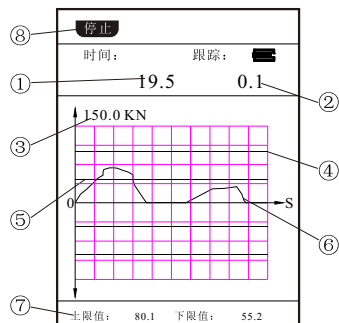

图 9
⑦置零键：峰值与跟踪值清零；
⑧单位键：按下此键在KN、Tf、KLbf、Kozf(N、kgf、lbf、ozf)四种单位间循环切换；
⑨查看键：按下此键进入查看界面；
⑩开始键：按下此键进入测试界面（图9）进行曲线描点。
测试材料强度参数为“否”，显示上下限值大小（图9）；